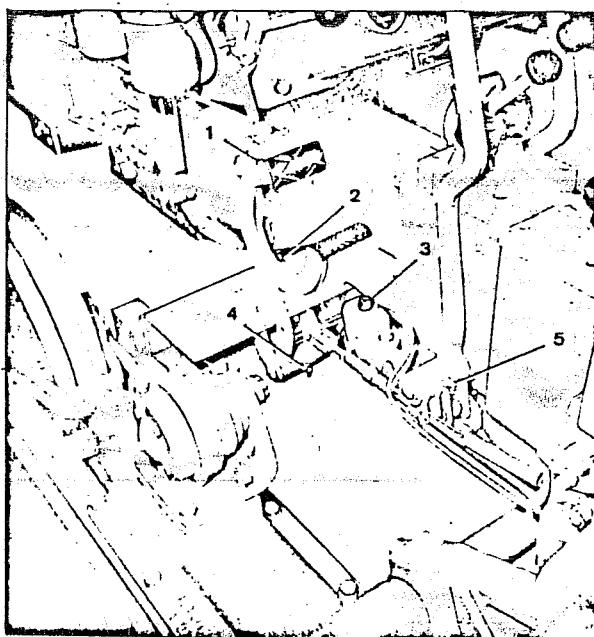

Fig. 12
**Comandi frizione centrale (fig. 12)**
**Embrayage central (fig. 12)**
**Zentralkupplung (Bild 12)**
**Pedali comando freni (fig. 12)**
**Pédales de freins (fig. 12)**
**Fußbremspedale (Bild 12)**
**Leve di sterzo (Fig. 12)**
**Levier de direction (Fig. 12)**
**Steuerhebel (Bild 12)**
**Pompa disinnesco idraulico (fig. 12)**
**Cylindre du débrayage hydraulique (fig. 12)**
**Hydraulische Auskupplungspumpe (Bild 12)**